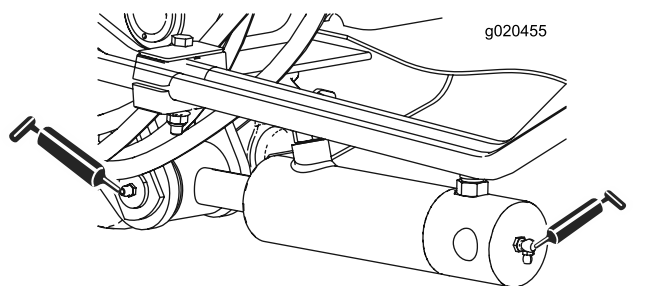

Figura 69
- 2 (su ciascun lato) boccole orientabili del cilindro del braccio di sollevamento (Figura 69)